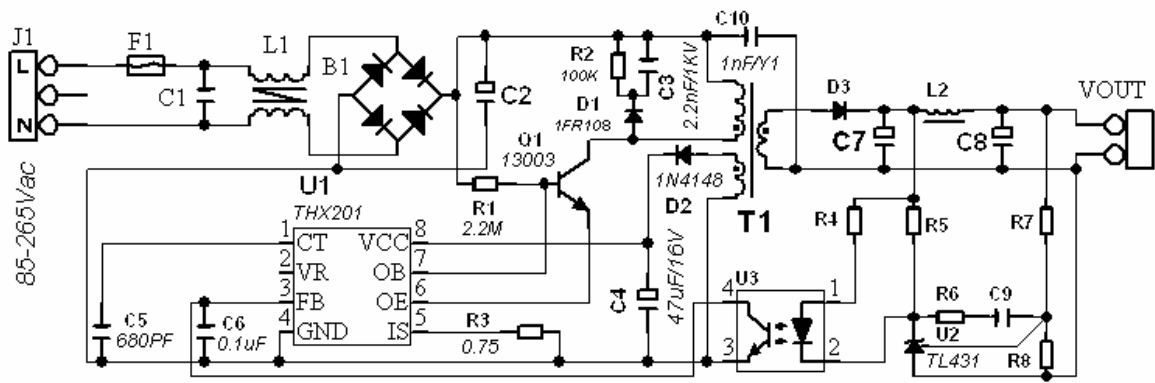
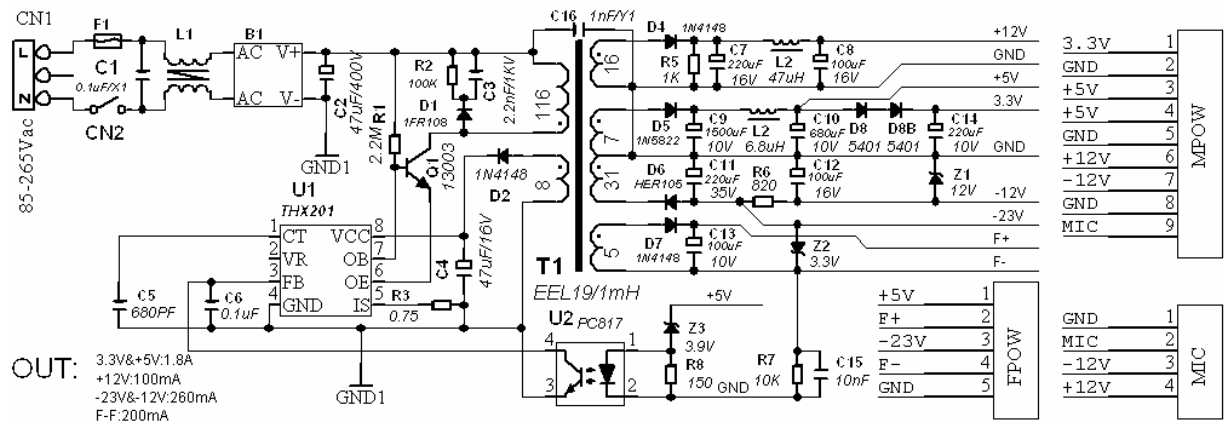

图 3、18W 开关电源
图 4、宽压、峰值可达 18W 的 DVD 电源
- 电源启动电流选择 **0.5-3mA**，功率管的放大倍数可按 **10** 计算，则启动电阻（如图 3、图 4 的 R1）选择应保证电源启动时功率管基极电流为 **0.05-0.3mA**，因此，可 **10** 倍减少启动电阻的功耗，降低了待机功耗；
- 图 3、图 4 中 **C5=680pF**，最高工作频率约 **60KHz**；
- 开关变压器（图 3、图 4 的 T1），参考绕组整流输出 **4.8-9V**（推荐 **6V**）为 THX201 提供工作电源；
- 电源功率管选择：如最大峰值电流 **0.8A**，考虑 **OB** 开电流则功率管 β 值应达 **10@5Vce@0.8A**，对应检测电阻（图 3、图 4 的 R3）为 **0.75 欧姆**；任意电流情况下，功率管应工作在饱和区，检测电阻为 **0.6V/最大峰值电流**；
- 例一（图 3），**18W** 开关电源，输出电压由 **R6、R7** 分压比决定，但需考虑开关变压器 **T1** 变比。
- 例二（图 4），宽压、峰值可达 18W 的 DVD 电源：说“峰值可达 18W”，是因为 DVD 在启动等过程有短暂时间需较高功率，其它时间也许只要 10W 以内，因此可以考虑降低功率管 Q1 的散热要求，甚至不用散热器。